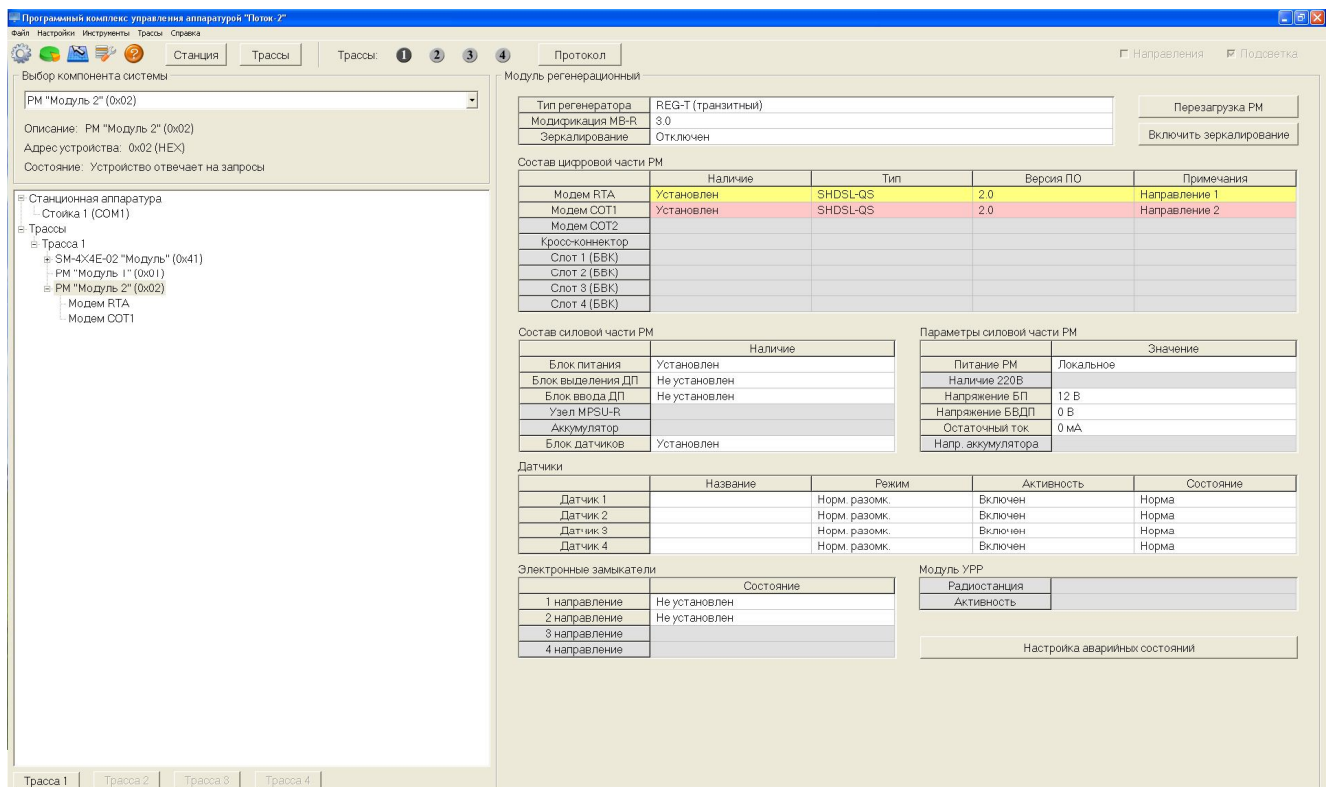

Рисунок 1
5.1.2 Наличие модемов определяется в ПО “Поток-2” на модуль регенерационный REG-T (см. рисунок 1).
5.1.8 Версия программного обеспечения модема отображается в поле “**Модификация модема**”, а также в таблице “**Состав цифровой части РМ**” (см. рисунок 1).